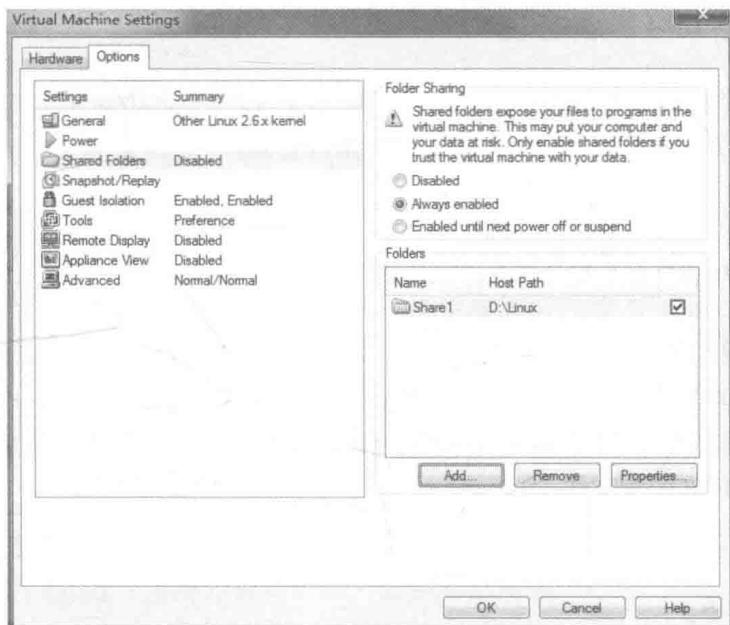

图 4-41 一般用户创建界面
(9) 根据设置向导设置后的情况如图 4-41 所示，单击“OK”按钮。